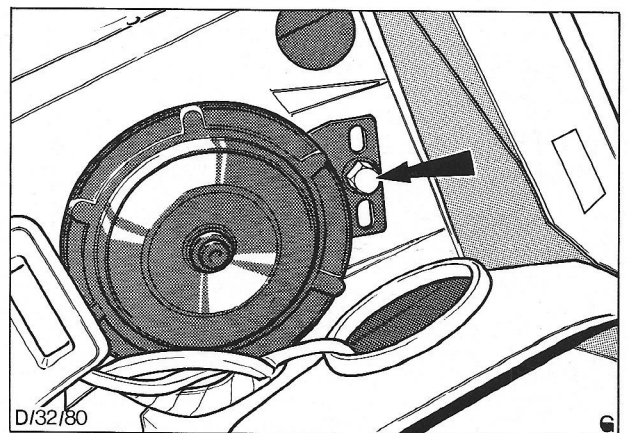

Fig. 51. Bevestigingsbout van claxon
3. Verwijder de bedrading van de claxon. Draai de bevestigingsbout van de claxon los, zie Fig. 51, en neem de claxon van de auto.